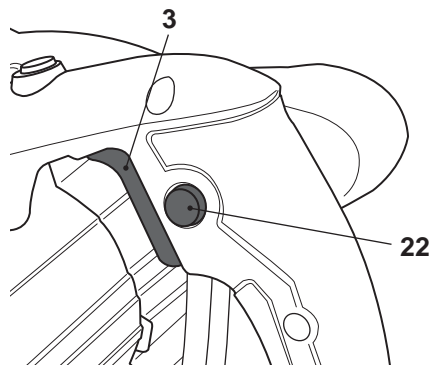

Fig. 9
- > Appuyez sur le bouton marche/arrêt [3] pour mettre le produit en marche le produit (Fig. 9).